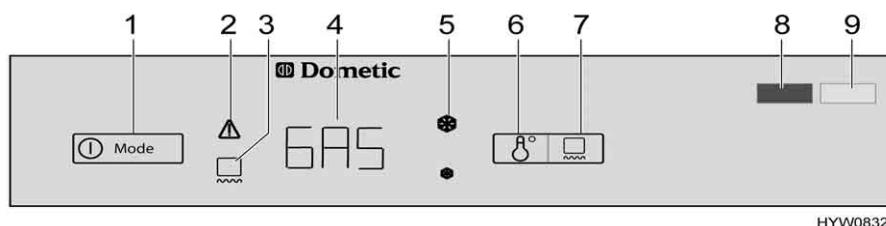

Fig. 86 Elementi di comando per il frigorifero (Dometic RMD)
Se è impostata la modalità di funzionamento "AES", la tensione a 230 V **non** è allacciata e il motore del veicolo è **spento**, il sistema AES seleziona il rifornimento di gas. Selezionando il funzionamento a gas, il dispositivo di sicurezza si apre automaticamente, così che il gas possa fluire al bruciatore. Contemporaneamente si inserisce l'accenditore elettronico. Se la fiamma del gas si spegne, p. es. a causa di un colpo di vento, l'accenditore viene subito azionato riaccendendo il gas. In presenza di un guasto nel funzionamento a gas, l'indicazione "GAS" (Fig. 86,4) e le due spie di controllo Guasto (Fig. 86,2 e 8) lampeggiano. Per 30 secondi viene emesso un allarme acustico. Finché non viene rimosso il guasto, l'allarme acustico continuerà ad essere emesso ogni secondo successivo.
Dopo l'accensione il frigorifero seleziona automaticamente la regolazione intermedia del termostato. Questa regolazione può essere modificata manualmente tramite il tasto di selezione del livello di temperatura (Fig. 86,6). Le spie di controllo (Fig. 86,5) indicano la temperatura selezionata sul termostato. Il tasto di selezione del livello di temperatura permette di regolare la temperatura di refrigerazione per tutti e tre i tipi di energia. Ci vogliono alcune ore prima che il frigorifero raggiunga la temperatura normale di esercizio. Cambiando la modalità di funzionamento la regolazione del termostato non viene modificata. La temperatura di refrigerazione è indipendente dal tipo di energia utilizzata.
Nel caso di temperature esterne ed umidità dell'aria elevate è possibile che si formino gocce d'acqua sul telaio in metallo del vano congelatore. Per questo motivo il frigorifero è dotato di un riscaldamento del telaio per il vano congelatore. Nel caso di temperature e umidità dell'aria elevate, accendere il riscaldamento del telaio con il tasto (Fig. 86,7). È possibile così evitare fenomeni di corrosione. Quando il riscaldamento del telaio è acceso, la spia di controllo si accende (Fig. 86,3).
- Premere il tasto On/Off/Selezione energia (Fig. 86,1) per circa 3 secondi. Il frigorifero si accende e viene visualizzato l'ultimo tipo di energia impostato, oppure "AES".
- Premere ripetutamente il tasto On/Off/Selezione energia (Fig. 86,1) per selezionare il tipo di energia desiderato o la modalità automatica "AES". L'indicazione della modalità di funzionamento (Fig. 86,4) cambia nella sequenza "12" (per 12 V), "230" (per 230 V), "GAS" (per funzionamento a gas) e "AES" (per selezione automatica dell'energia).
- Impostare la temperatura di refrigerazione con il tasto di selezione del livello di temperatura (Fig. 86,6). Le spie di controllo (Fig. 86,5) indicano la temperatura selezionata sul termostato.
In caso di guasto del funzionamento a gas, l'indicazione "GAS" (Fig. 86,4) lampeggia.
- Premere il tasto On/Off/Selezione energia (Fig. 86,1) per circa 3 secondi. Il frigorifero si spegne e le indicazioni smettono di lampeggiare.